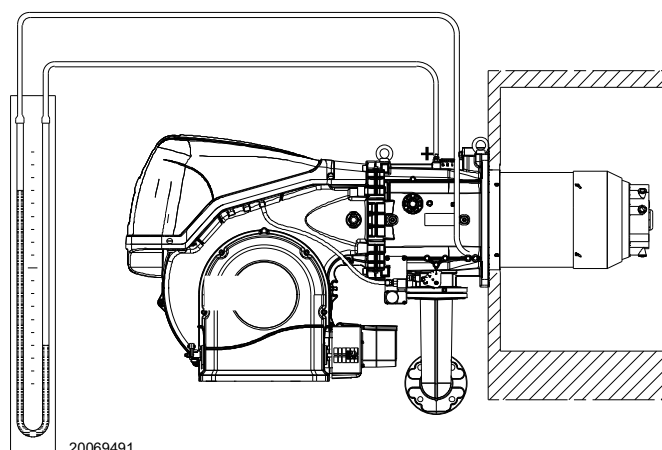

Fig. 25
- Monter un manomètre en U ou un manomètre de type différentiel (Fig. 25), avec la prise (+) sur la pression de gaz du manchon et (-) dans la chambre de combustion. Il sert à mesurer approximativement la puissance MAX. du brûleur, à l'aide du Tab. K.